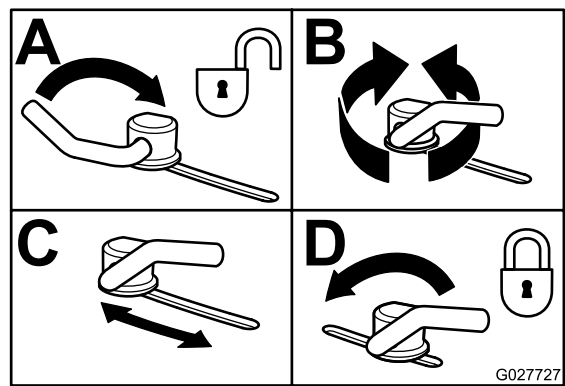

Figure 27
3. Pour régler les verrous à came, soulevez le levier pour desserrer le verrou (Figure 27).
5. Repoussez le levier à sa position d'origine pour serrer le déflecteur et les verrous (Figure 27).